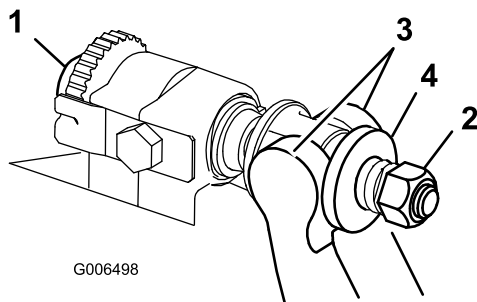

Bild 34
1. Drehen Sie die Einstellschrauben des Untermesserträgers nach links, damit sich der Abstand zwischen Untermesser und Spindel vergrößert (Bild 34).
2. Drehen Sie die Federspannungsmutter so weit hinaus, bis die Scheibe nicht mehr gegen den Untermesserträger angespannt ist (Bild 34).